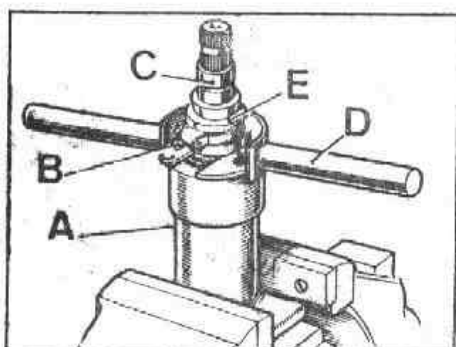

Fig. G-57 Muelle comprimido
- 3.9. Alojarse el otro casquillo partido, E (Fig. G-57), sobre el cono inferior del eje, y sujetarlo con una abrazadera de 50 mm.